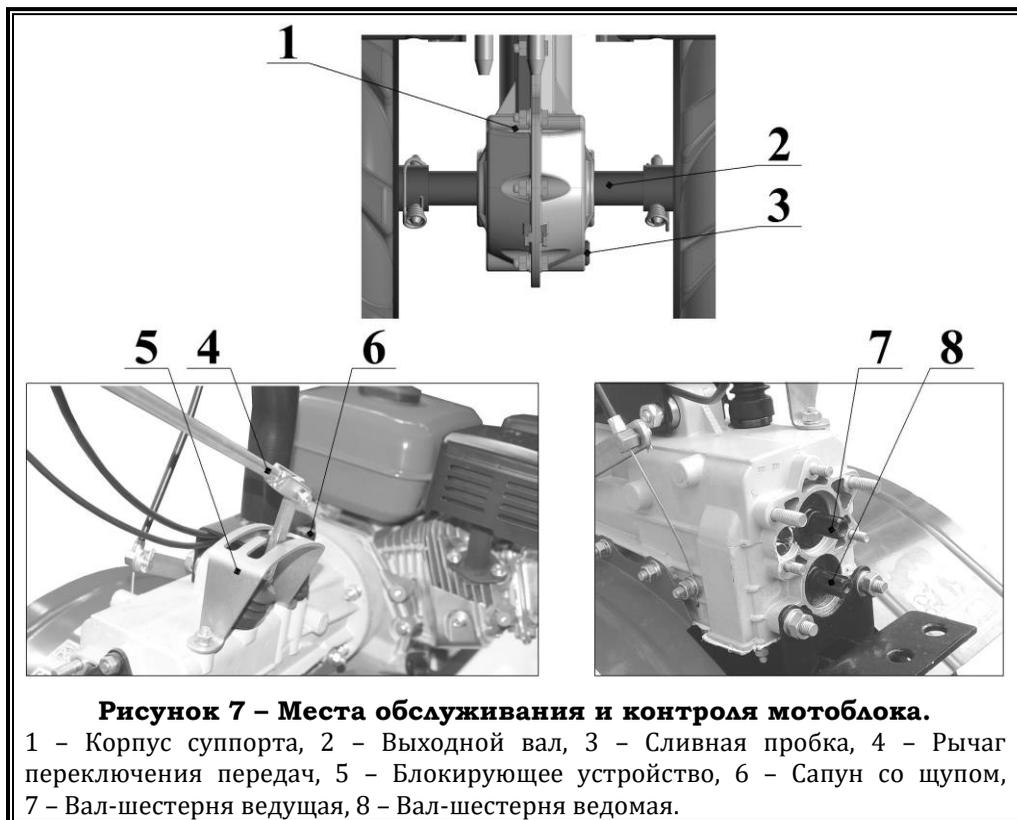
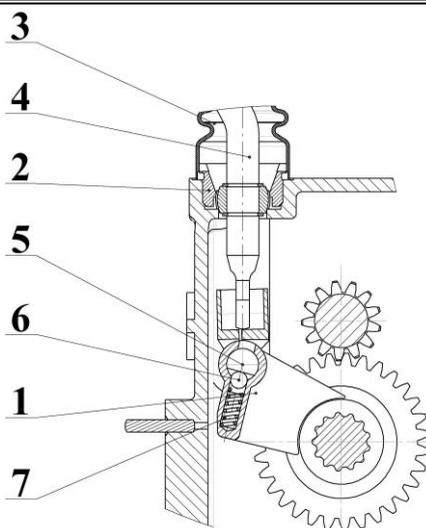

Рисунок 7 – Места обслуживания и контроля мотоблока.
Рисунок 8 – Коробка переключения передач. Поперечный разрез.
1.2.2.1.1 Корпус коробки передач отлит из алюминиевого сплава. В верхней части корпуса имеется прилив с отверстием М16х1,5, для заливки в трансмиссию масла. Отверстие закрывается сапуном **6** (рисунок 7). На сапуне установлен шуп с рисками для контроля уровня масла.
В верхней части имеется прилив с 2-мя отверстиями и с запрессованными в него втулками для крепления рулевой колонки. К переднему фланцу корпуса крепится силовой агрегат. Задняя часть корпуса имеет обработанный фланец для крепления приводимых навесных орудий, закрываемый пластмассовой крышкой. К нижнему фланцу пристыковывается суппорт (угловой редуктор) с выходным валом **2** (рисунок 7) на который устанавливаются колеса или культиватор. Справа и слева крепятся крылья гайками М8.
1.2.2.1.3 Вал шестерня ведомая **15** (рисунок 5) выполнена как одно целое с конической шестерней, вращается на двух подшипниках. Передний подшипник **14** – игольчатый, задний **10** – шариковый. Задний конец вала выведен наружу и имеет прямобочные шлицы для отбора мощности с частотой вращения, зависимой от выбранной передачи. Конец вала уплотнен манжетой **8**. Средняя часть вала выполнена шлицевой, на которые надеваются две ведомые шестерни. Шестерня 2-й и 3-й передачи **12** выполнена с двумя зубчатыми венцами и может перемещаться на шлицах вилкой 2-й и 3-й передач. Шестерня 1-й передачи и заднего хода **11** выполнена с одним зубчатым венцом и перемещается вилкой 1-й передачи и заднего хода **1** (рисунок 8).
1.2.2.1.5 Механизм переключения передач состоит из: 2-х вилок **1** (рисунок 8) установленных на одной оси **5**, рычага переключения передач **4** установленного на верхней части корпуса и блокирующего устройства **5** (рисунок 7). Вилки **1** (рисунок 8) могут свободно перемещаться вдоль оси. Каждая вилка имеет замковое шариковое устройство для фиксации её в одном из трех возможных положений. Крайние положения вилок **1** соответствуют включенной передаче, среднее – нейтраль. Рычаг переключения передач **4** может входить в зацепление с одной из вилок **1** и перемещать её вдоль оси. Для исключения возможности перемещения двух вилок **1** одновременно сверху на корпусе коробки установлено блокирующее устройство **5** (рисунок 7), представляющее из себя пластину с прорезями. Через эти прорези проходит рычаг переключения передач. Блокирующее устройство крепится к корпусу 2-мя гайками М8. На блокирующем устройстве **10** (рисунок 16) и **5** (рисунок 7) указаны положения рычага **4** (рисунок 7) для включения скоростей 1, 2, 3 и заднего хода.
Для исключения возможности перемещения двух вилок 1 (рисунок 8) одновременно (включение двух передач) категорически запрещается производить переключение скоростей при отсоединённой от рычага переключения передач тяге (рисунок 16). В этом случае рычаг должен быть зафиксирован в положении «Нейтраль».